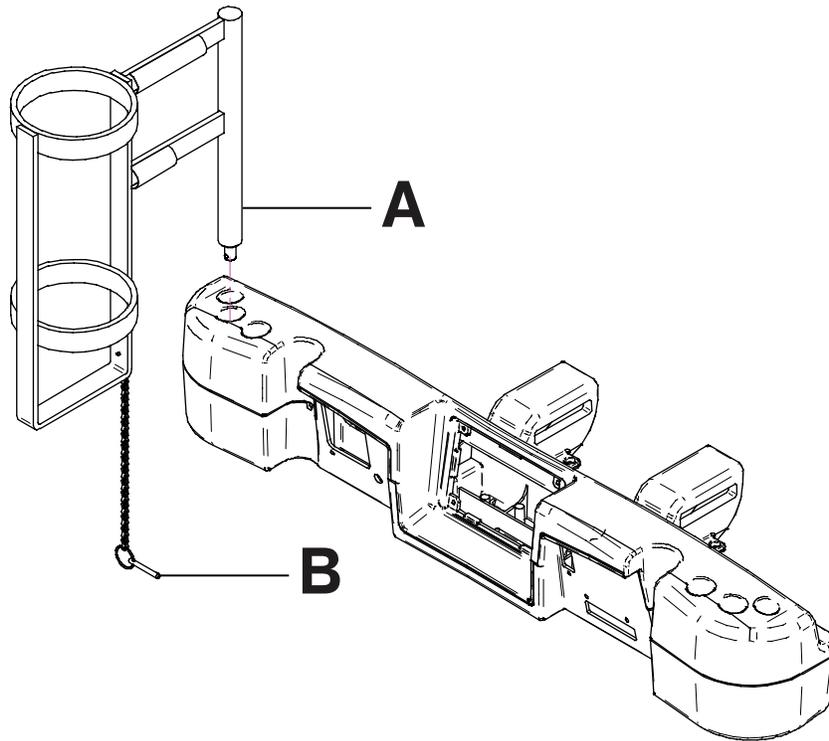

Figure 124 – Support vertical pour bouteille d’oxygène
1. Insérer la tige support dans le logement situé des deux côtés du côté tête ou du côté pieds du produit (A) (Figure 124).